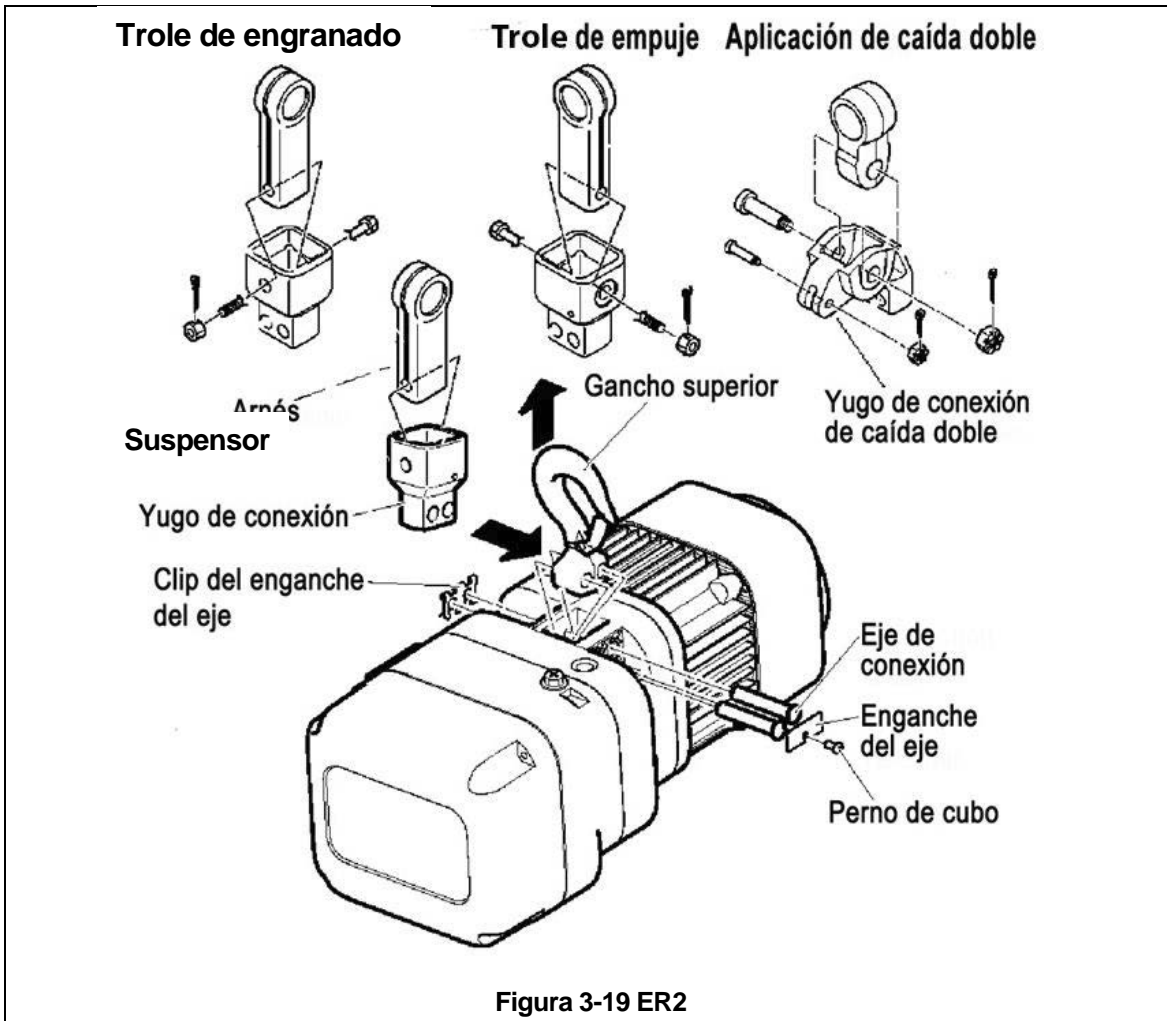

Figura 3-19 ER2
- 1) Consulte **Figura 3-19**.
- 8) Instale el Suspensor adecuado para la aplicación, asegurándolo al yugo de conexión con el perno del yugo, la tuerca ranurada y el separador. **Nota: (Vea Figura 3-19) Las aplicaciones de caída doble requieren un pasador de cadena, una pequeña tuerca ranurada y un separador pequeño, además del perno del yugo, la tuerca ranurada y el separador.**